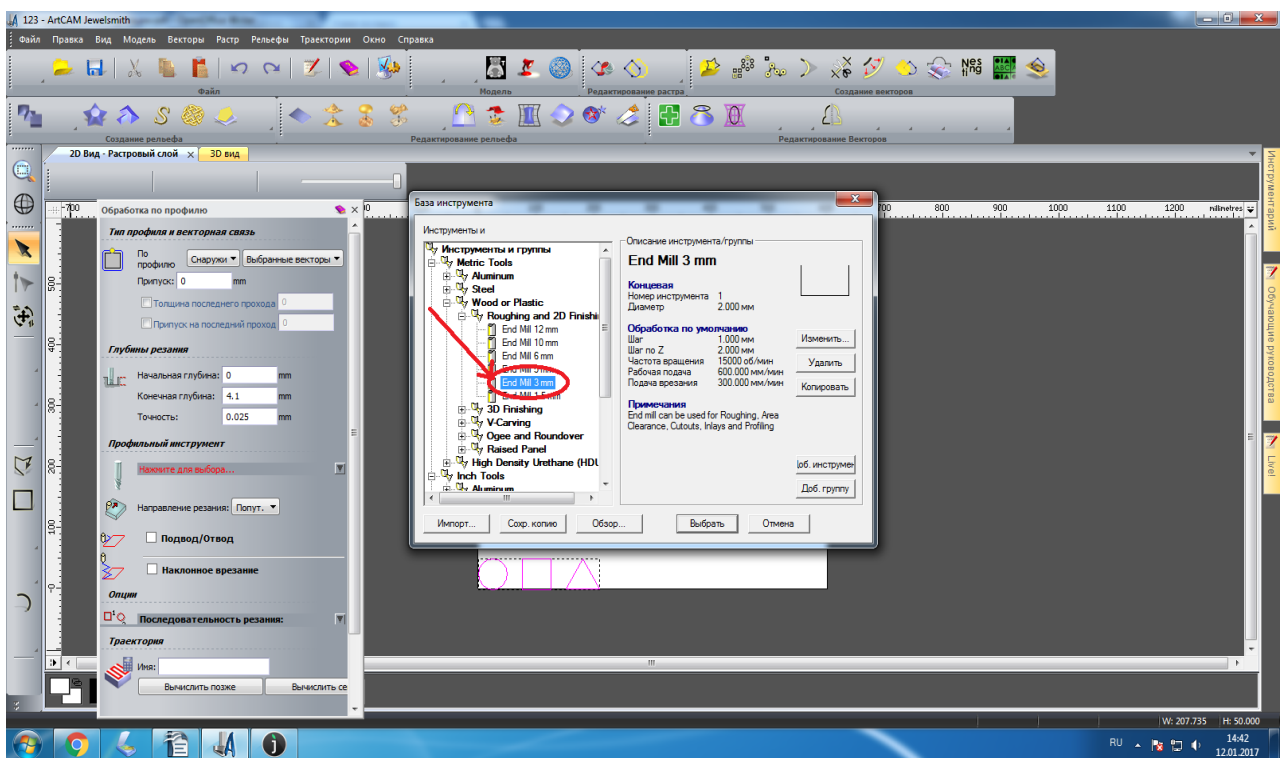

Рисунок 39. Выбор фрезы
41. В окне «Инструменты и группы» выберите фрезу и выделите ее, рисунок 39